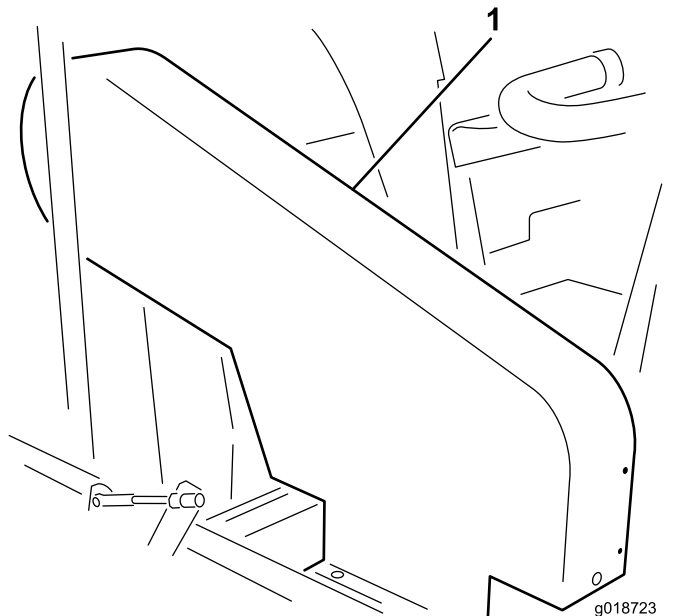

図 19
注 ベルトの張りの点検は、上部ベルトガード図 19を外さずに行えます。このベルトガードを取り外す必要がある場合には、ガードをフレームに固定しているボルト、ワッシャ、ナット各4を外してください。マシンは、必ずガード類を取り付けた状態で運転すること。
インペラプーリとクラッチプーリ間の中ほど部分で、ベルトを18-22 N 1.8-2.3 kg = 4-5 lbs程度の力で指で押して点検します。ベルトのたわみが1.3 cmあれば適正です。たわみの量が適正でない場合は手順2へ進みます インペラ駆動ベルトの調整 \(ページ 22\)。たわみが適正である場合には、そのまま使用を継続できます 図 19。
ジャッキシャフトとクラッチプーリ間の中ほど部分で、ベルトを18-22 N 1.8-2.3 kg = 4-5 lbs程度の力で指で押して点検します。ベルトのたわみが6 mmあれば適正とする。たわみの量が適正でない場合は ジャッキシャフトベルトの調整 \(ページ 22\)を参照してください。たわみが適正である場合には、そのまま使用を継続できます 図 19。
1. 上部シュラウドをフレームに固定しているボルト、ワッシャ、ナット各4を外す図 19。